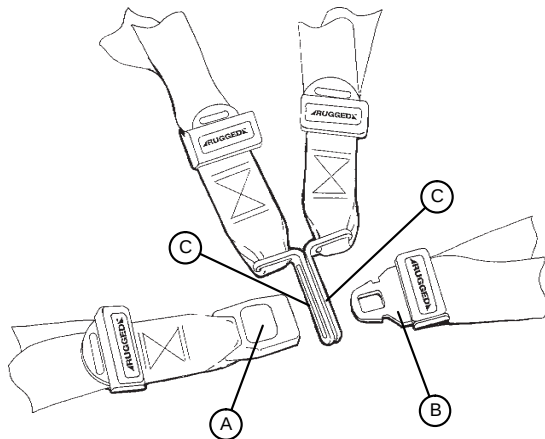

Abbildung 12 – Die Haltegurte festschnallen
Die rote Taste (A) vorn an der Schnallenbuchse drücken, um die Schlosszunge (B) freizugeben (Abbildung 12). Die Schlosszunge aus der Buchse ziehen.
Die Zunge in die Buchse drücken, bis ein Klickgeräusch ertönt. Sicherstellen, dass die Schlosszunge beim Anlegen des Brustkorbgurts durch beide Glieder (C) geführt wird (Abbildung 12).